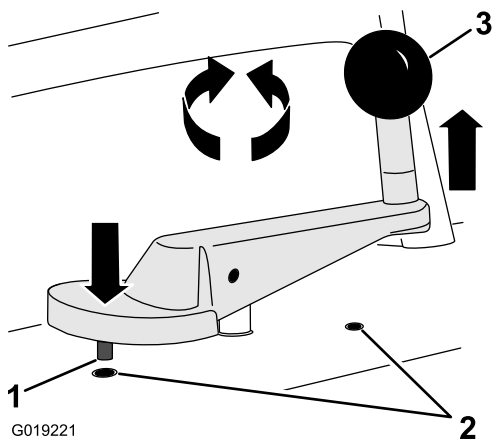

Figura 18
- B. Gire la manivela de elevación del disco (Figura 18) en sentido antihorario para bajar el disco hasta que toque la superficie de trabajo.
C. Gire la manivela de elevación 1 vuelta en sentido horario para aumentar la elevación del disco (Figura 18). La máquina está en la **Elevación inicial**.
1. Eleve o baje el disco de corte girando la manivela de elevación hasta que obtenga la elevación de disco deseada (Figura 18).
2. Si es necesario, gire la manivela de elevación para alinear la clavija de posicionamiento situado en la base de la manivela con uno de los taladros del panel del operador (Figura 18).
3. Tire hacia arriba de manivela de elevación para enganchar la clavija de posicionamiento en el taladro (Figura 18).